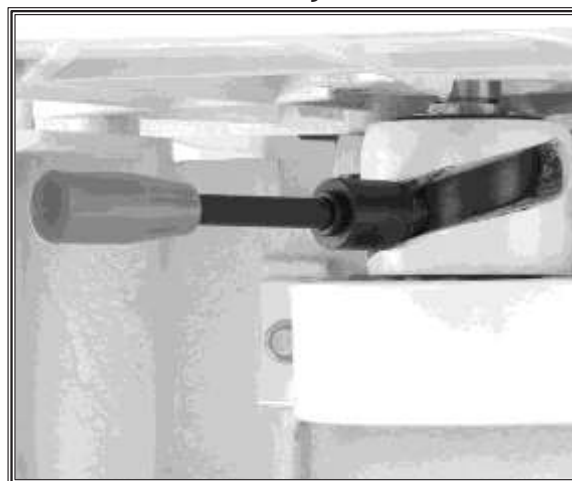

Figure 16. Palanca de ajuste del eje.
2. Mueva la palanca de altura de la flecha que se muestra en la **Figure 16** para levantar la flecha mueva a la derecha y bajarlo mueva hacia la izquierda.